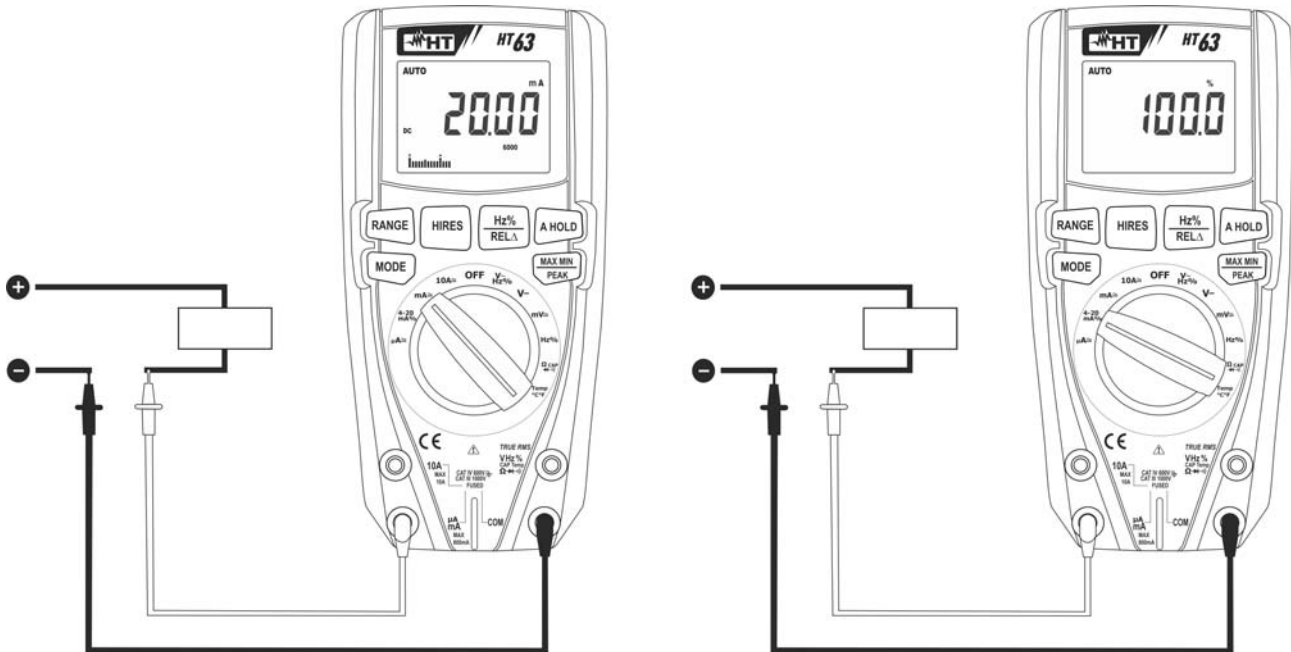

Fig. 9: Utilisation de l'instrument pour la mesure de courant DC et la lecture 4-20mA%
4. Connecter l'embout rouge et l'embout noir en série au circuit duquel on veut mesurer le courant en respectant la polarité et la direction du courant dont à la Fig. 9.
6. La valeur du courant DC (voir Fig. 9 – partie gauche) s'affiche à l'écran
7. La valeur de la lecture 4-20mA% (0mA = -25%, 4mA = 0%, 20mA = 100% e 24mA = 125%) (voir Fig. 9 – partie droite) s'affiche à l'écran. Le diagramme à barres analogique n'est pas actif dans cette fonction
9. L'affichage du symbole "-" sur l'écran de l'instrument indique que le courant a une direction opposée par rapport à la connexion de Fig. 9.